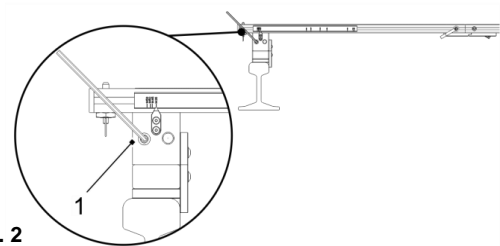

Abb. 2
- Bei optionaler Universalmessschiene ggf. Feststellschrauben (1, Abb. 2) mit Innensechskantschlüssel auf beiden Seiten der Messschiene lösen, die Beine auf die entsprechende Gleisspurweite einstellen und Feststellschrauben auf beiden Seiten der Messschiene anziehen.